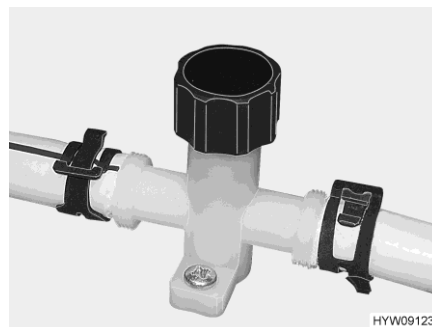
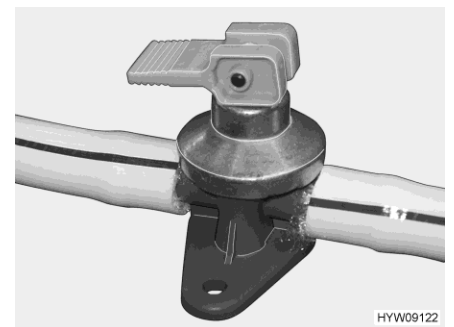

Fig. 172 Llave de desagüe (tubería de agua)
Fig. 173 Llave de desagüe (caldera Alde)
- Cerrar las llaves de desagüe. Para ello, girar el capuchón (Fig. 172) en sentido de las agujas del reloj y colocar el balancín (Fig. 173) en posición horizontal.
- Abrir las llaves de desagüe. Para ello girar el capuchón (Fig. 172) en sentido contrario a las agujas del reloj y colocar el balancín (Fig. 173) vertical.